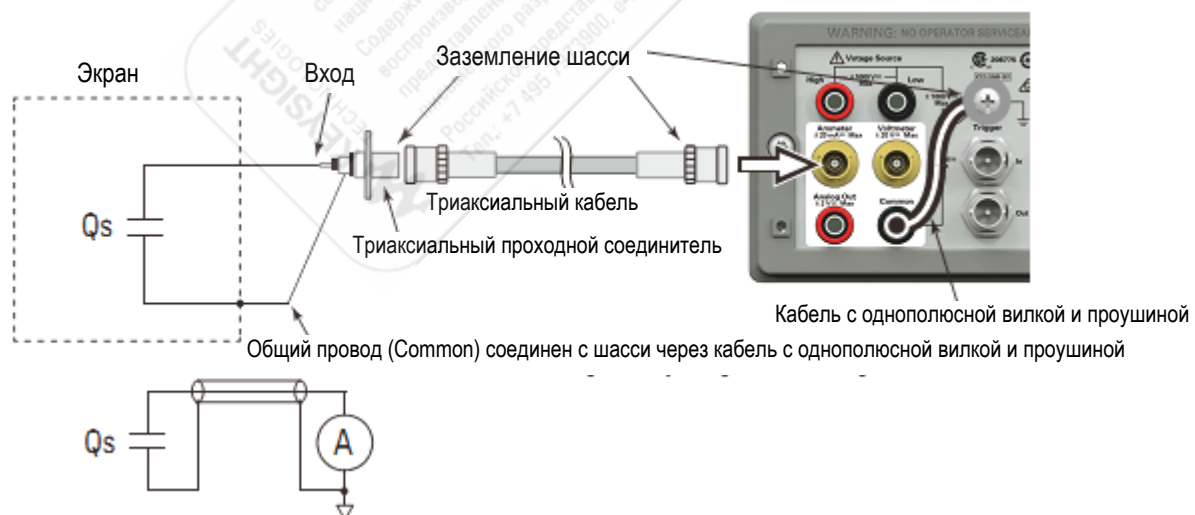

Рис. 3-17 Схема соединений для измерений заряда
Прежде чем включать прибор, присоедините кабель, измерительные провода, контактирующее приспособление и другие принадлежности, необходимые для измерений. Пример присоединений показан на рис. 3-17.
3. Нажмите вспомогательную клавишу **COUL. (Q)**, чтобы установить режим измерения заряда.
7. Присоедините входное гнездо Ammeter прибора к цепи измерения заряда (к объекту измерений). См. рис. 3-17.